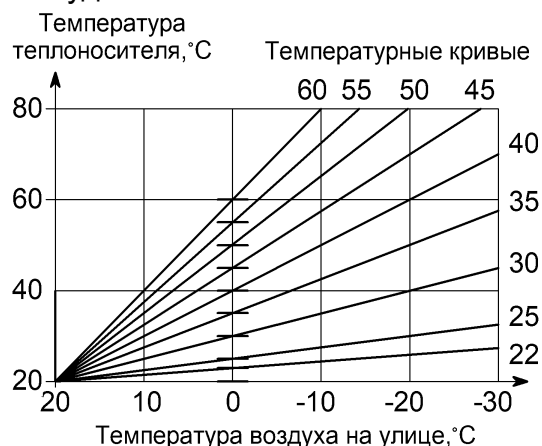
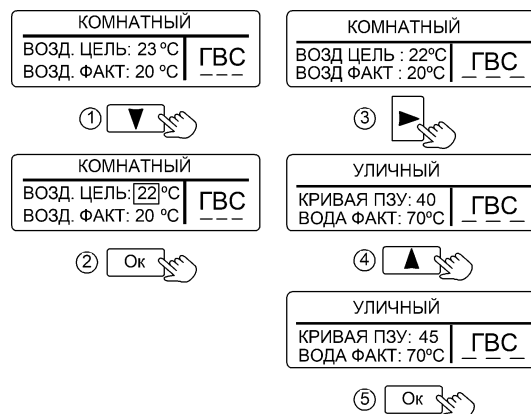
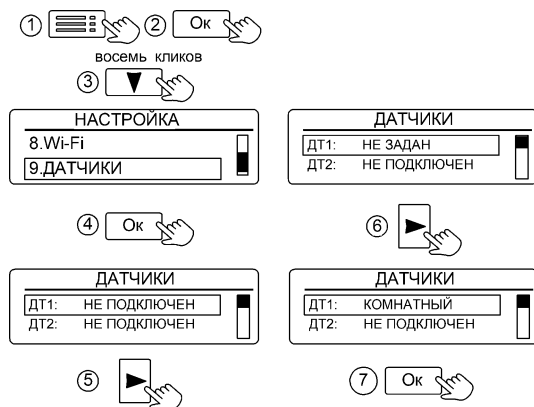

Рисунок 9. Зависимость температуры теплоносителя от температуры воздуха на улице
Рисунок 10. Настройка ограничения температуры и кривой ПЗУ
Рисунок 23. Настройка проводных датчиков
10.4 «УЛИЧНЫЙ» – режим поддержания температуры теплоносителя в зависимости от температуры воздуха на улице по одной из погодозависимых кривых (см. рис. 9). Датчик температуры воздуха устанавливается на улице.
Для изменения заводской настройки нужно в соответствии с рис. 9 выбрать ту кривую, при которой в помещении станет комфортно. Если в помещении холодно - следует выбрать кривую с большим номиналом, если жарко - с меньшим. Чем больше величина теплотеря здания, тем выше номер кривой. Изменение значения кривой ПЗУ показано на рис. 10.
состояние термостата. Если произведено подключение датчика температуры воздуха (см. рис. 23) и настроено ограничение температуры воздуха в помещении (см. рис. 10), то при достижении температуры воздуха в помещении установленного значения, нагрев теплоносителя будет прекращён. При понижении температуры воздуха, нагрев теплоносителя будет возобновлён. В случае подключения термостата, при достижении температуры воздуха в помещении установленного значения и замыкании контактов термостата, нагрев теплоносителя будет прекращён. При снижении температуры воздуха и размыкании контактов термостата нагрев теплоносителя будет возобновлён.
Настройка проводных датчиков выполняется в последовательности (см. рис.23):